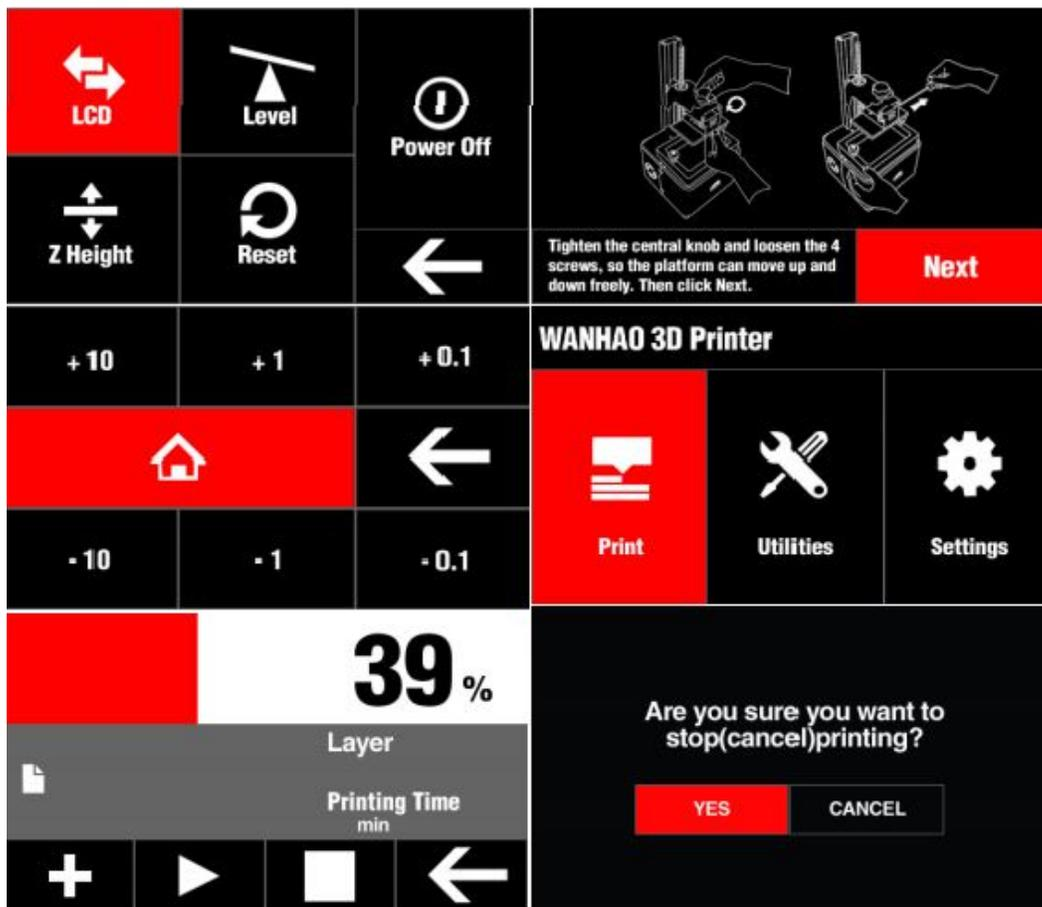

Figura 20: Proceso de impresión.
- Hacer clic en nivelar y seguir las instrucciones de la figura 20 para nivelar la plataforma de impresión.